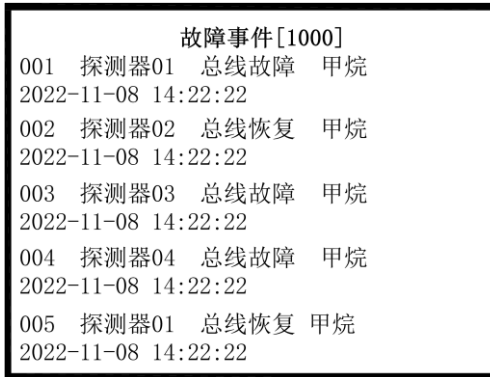

图 5-9
5.10.2 故障事件 按“2”键→请输入密码 000119→确认，按“▲ ▼”键翻页查看。如图 5-9